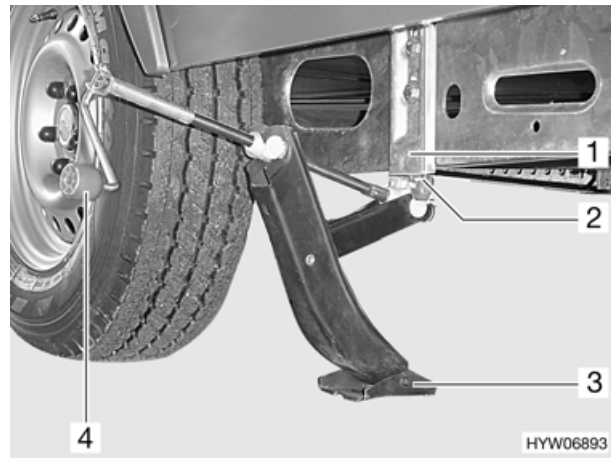

Bild 123 AL-KO-Wagenheber
- Das Einsteckprofil (Bild 123,2) des AL-KO-Wagenhebers bis zum Anschlag in die Aufnahmeentasche (Bild 123,1) einschieben.
- AL-KO-Wagenheber mit einer Hand festhalten und mit der anderen Hand die Handkurbel (Bild 123,4) im Uhrzeigersinn drehen, bis die Fußplatte (Bild 123,3) Bodenkontakt hat und eben steht.